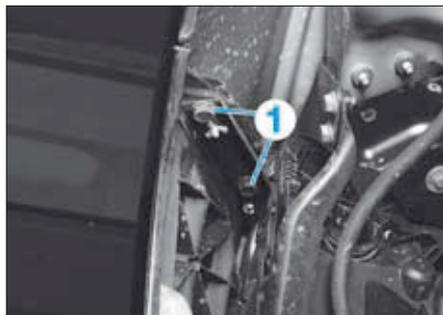

FIG. 79
- Déposer les vis (1) fixant le bouclier à l'aile avant (Fig.79).